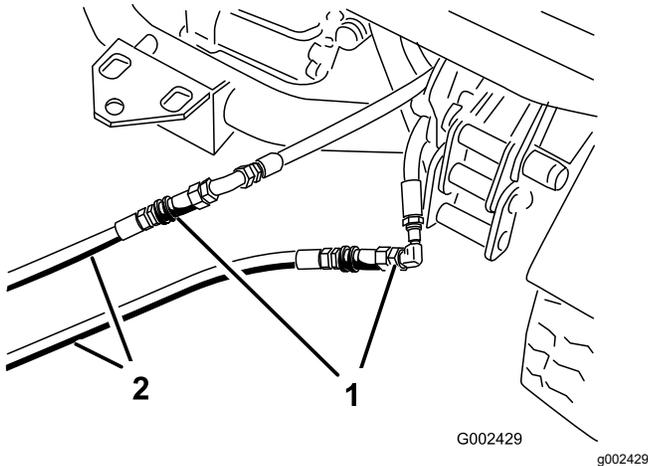

Figura 75
- Na máquina parada, ligue as duas mangueiras de ligação às mangueiras que foram desligadas (Figura 75).